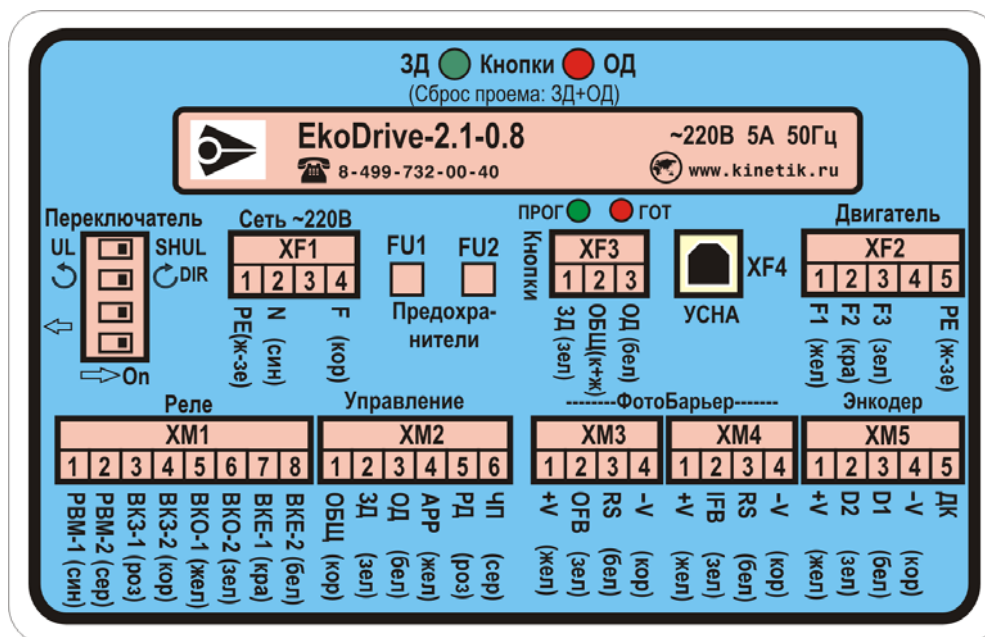

Рис. 1. Схема подключения внешних контактов *Устройства*, если провода от XM1 и XM2 выводятся отдельными кабелями по 8 и 6 проводов соответственно.
5.2. Подключите входы и выходы *Экодрайв-2.1-0.8*, в дальнейшем *Устройство*, к лифтовой станции по цветам согласно наклейке на лицевой панели *Устройства* (рис.1).
5.17. Проведите измерение дверного проема лифта. Чтобы сбросить записанный ранее проем, нужно одновременно нажать **2 кнопки** на лицевой панели *Устройства* (рис.1) и подождать в таком состоянии 1.5 сек, пока не загорится зеленый светодиод '**Прог**'. Далее можно перемерить проем заново, для этого нужно: полностью открыть, затем закрыть и еще раз открыть дверь. Команды подавать согласно **5.14**.